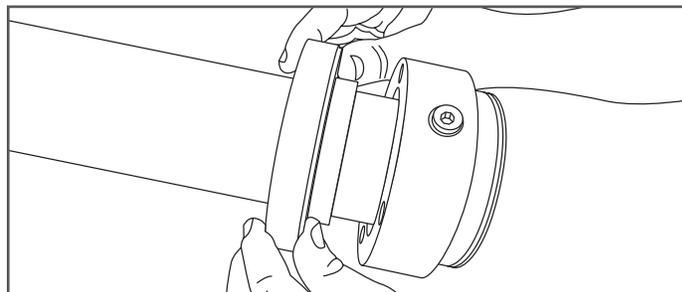

Figura 8-5
5. Una vez que la sección posterior se haya separado de la sección media del acoplamiento DoubleTrac®, deslice hacia atrás la sección posterior para que la sección media del acoplamiento DoubleTrac® también se pueda deslizar hacia atrás y exponer los aros partidos. (Figura 8-5)